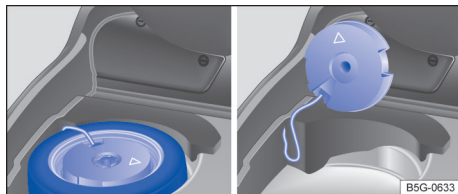

Fig. 170 Remover o subwoofer.
- Colocar o subwoofer em pé e encostar na parede lateral do compartimento de bagagem de modo que o subwoofer não tombe ou caia → Fig. 170.